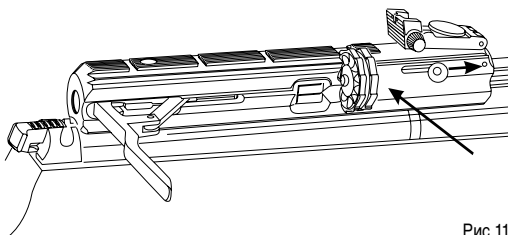

Рис.11
4. После зарядки магазина,установите его на ствольную коробку как указано в первом пункте. Затем освободите рычаг сброса магазина.(Рис.11) Если есть необходимость прокрутите магазин против часовой стрелки.